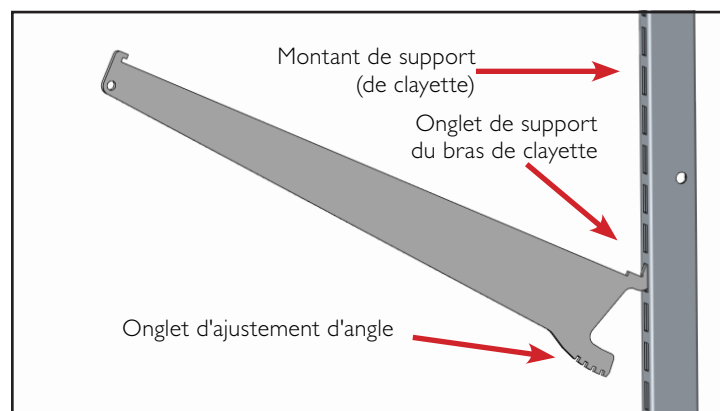

Fig. 3. Pose des consoles de clayettes.
- a. Positionnez le bras de support de clayette en face du montant de support. Soulevez l'avant de la languette de la console de clayette à un angle de 45 degrés afin de pouvoir glisser la languette dans la fente du montant de support. Voir Fig. 3.